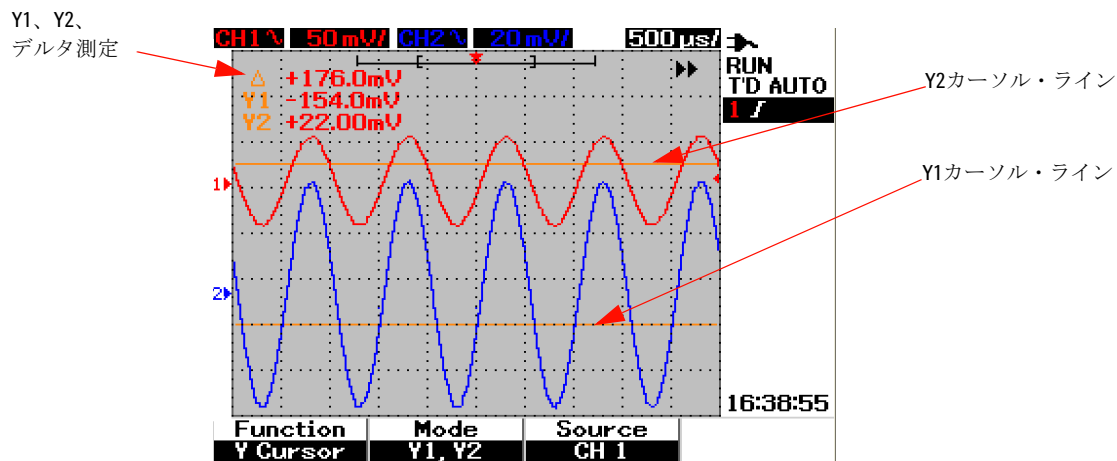

図3-34 チャンネル1信号に対するY1およびY2カーソル・ラインを使ったYカーソル測定
- 4 図3-34では、2つのカーソル・ライン (Y1およびY2モード) が選択され、チャンネル1の信号に対して測定が実行されています。